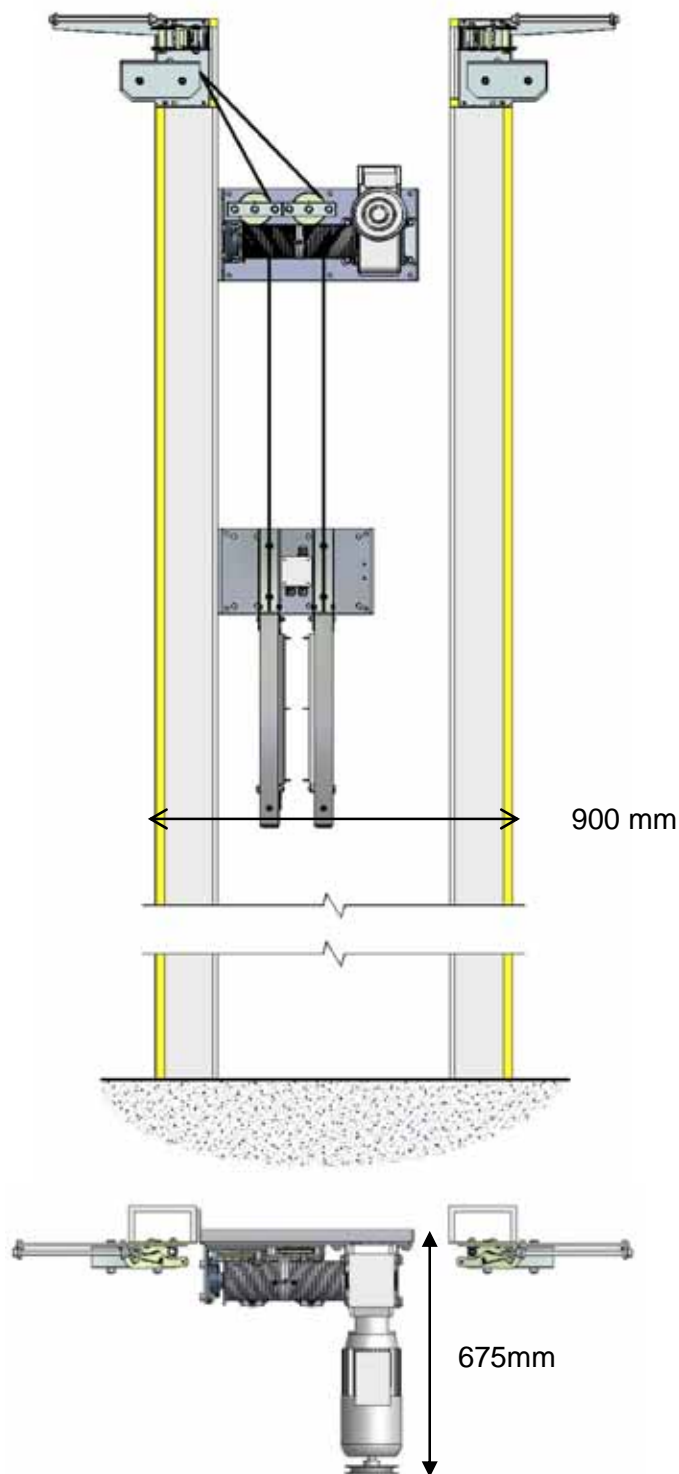

Abbildung 12
13. Ein Antrieb in der Mitte positioniert: Abbildung 12 zeigt einen Vorschlag für die mittlere Säule auf Grundlage von zwei einzelnen Schienen. Jedes Schienensystem ist eigenständig, die Details sind die gleichen wie im Bereich I. Besondere Beachtung muss der Mindestbreite der Säule von 900 mm geschenkt werden, die zur Unterbringung des Elektroantriebs dient.